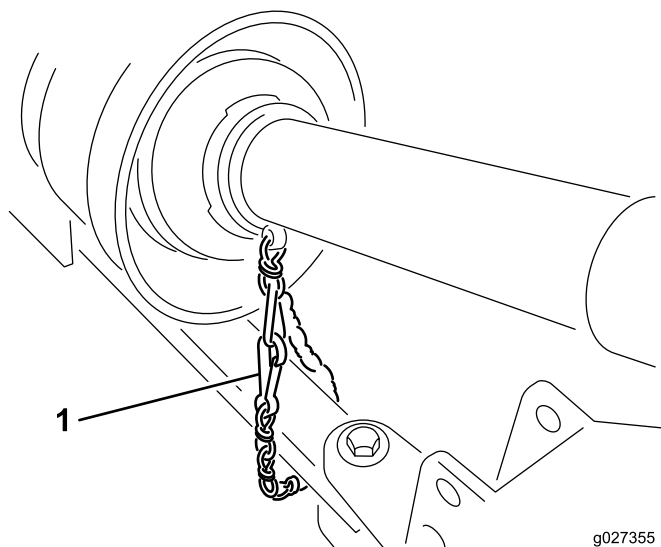

Figura 8
5. Collegare la catena di sicurezza del carter all'unità motrice (Figura 8).